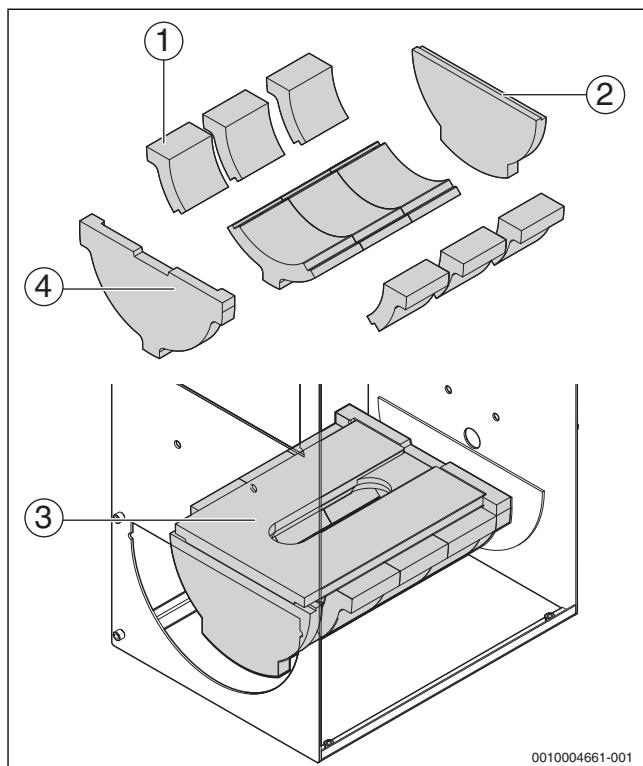
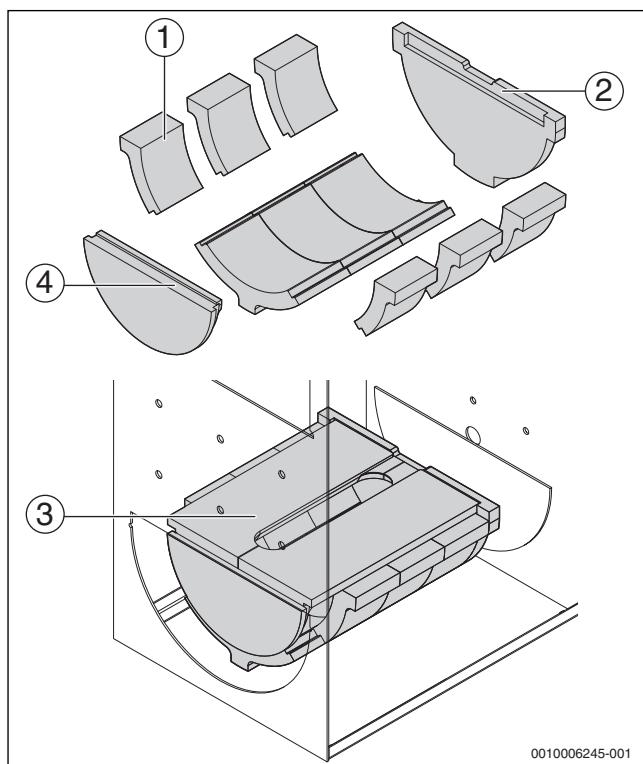
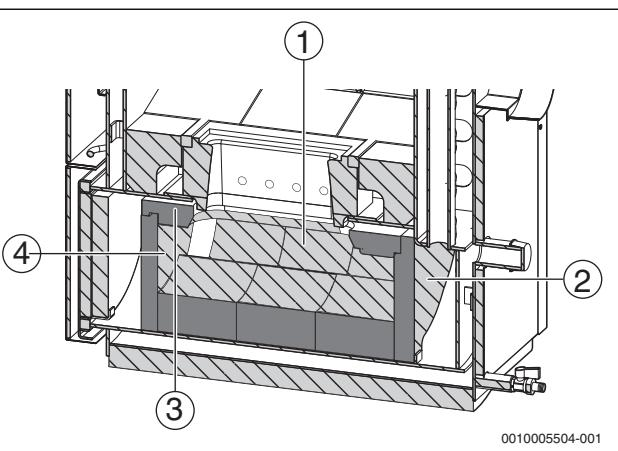
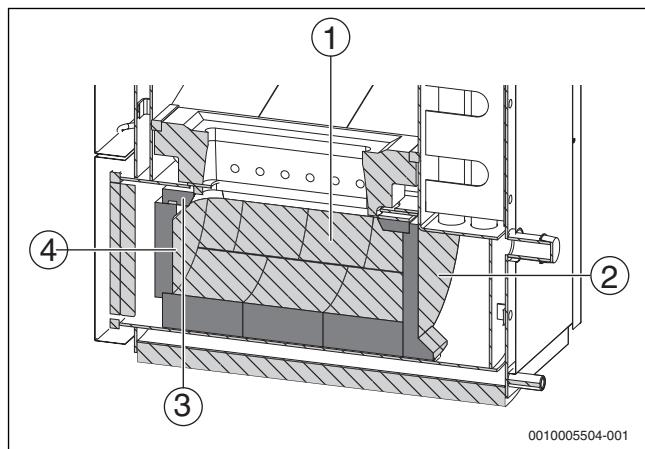

Рис. 37 Положение шамотных камней в топке, 22 и 30 кВт
Рис. 38 Положение шамотных камней в топке, 40 и 50 кВт
Рис. 39 Установленные шамотные камни, 22 и 30 кВт
Рис. 40 Установленные шамотные камни, 40 и 50 кВт
- Установите шамотные камни на место (→ рис. 38, стр. 35).
Пояснения к рис. 37, рис. 38, рис. 39 и рис. 40: